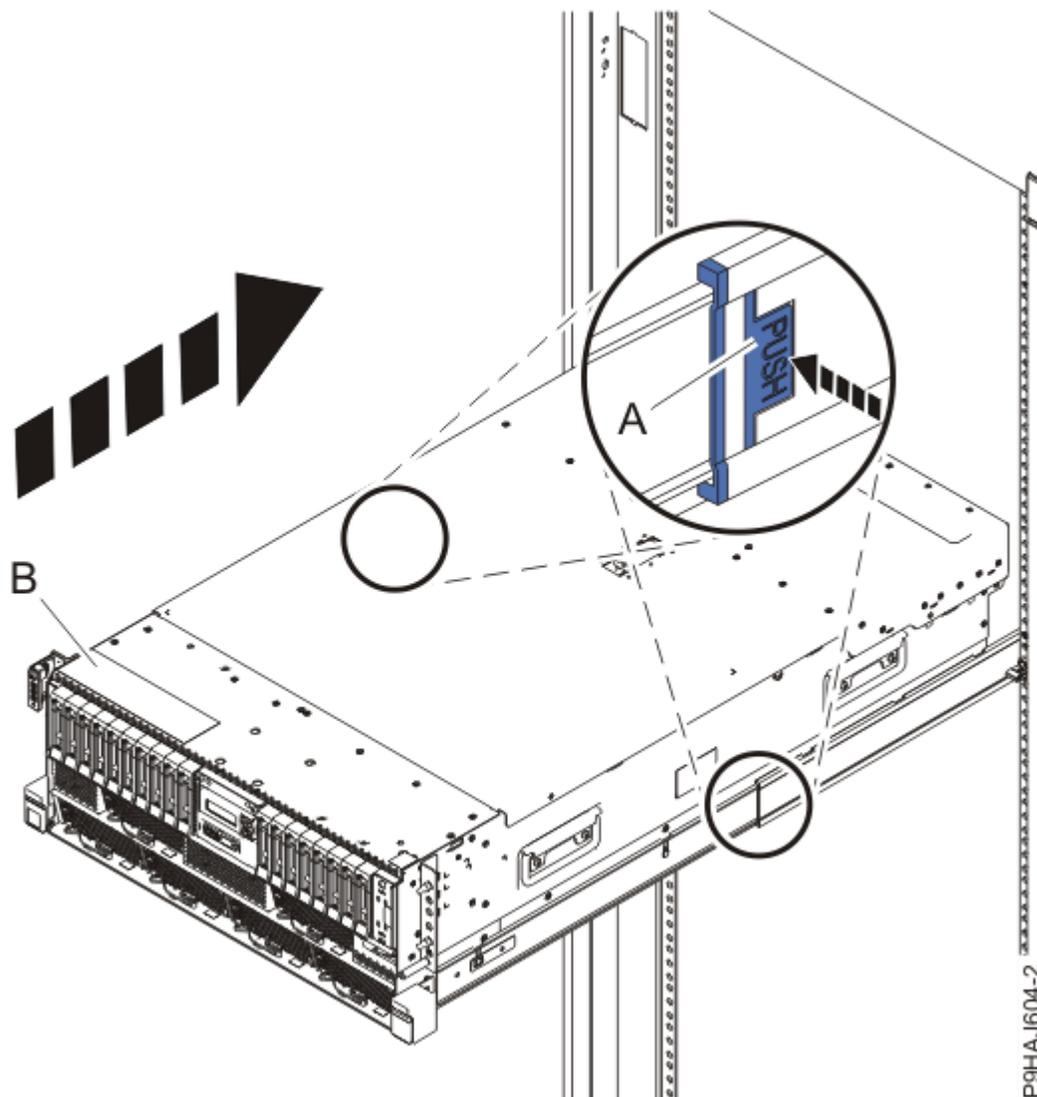

Figura 100. Colocando o Sistema na Posição de Operação
3. Para um sistema montado em rack, destrave as travas de segurança do trilho azul **(A)**, conforme mostrado na Figura 100 na página 114, empurrando-as para dentro.